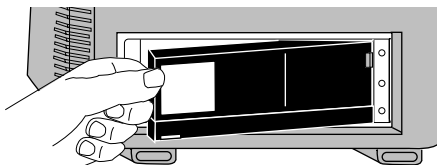

Abbildung 73
4. Setzen Sie den aufgeladenen Akku in das Akkufach ein, und schieben Sie ihn so weit wie möglich von der Freigabetaste weg (siehe Abb. 73).